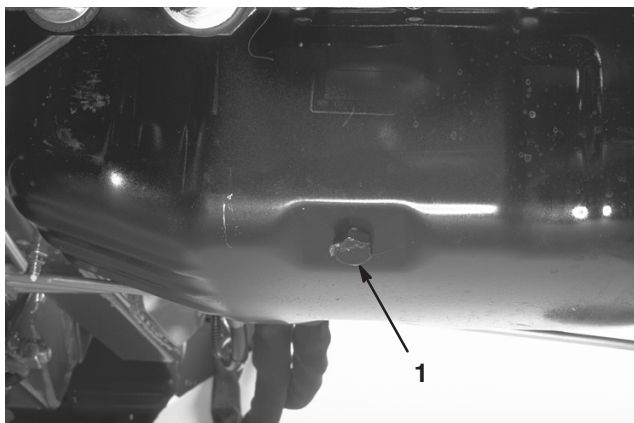

Figure 37
2. Placez un bac de vidange sous le bouchon de vidange (Fig. 37). Nettoyez la surface autour du bouchon de vidange.